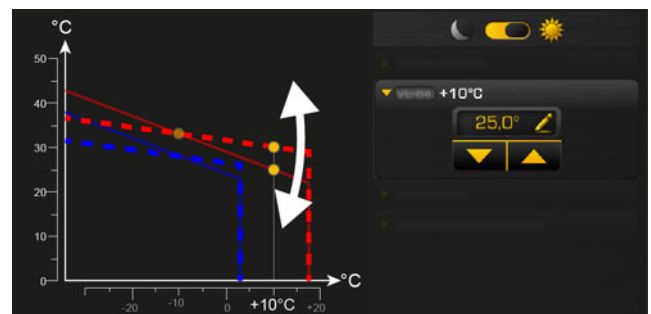

Fig. 5-100: Ajustement de la courbe de chauffage (en cas de températures extérieures supérieures au point de gel)
- Si, en mode de chauffe (au sein des temps de chauffage), les pièces sont toujours trop chaudes ou trop froides, il faut réajuster la courbe de chauffage. Voir chapitre Fig. 5-100: "Ajustement de la courbe de chauffage \(en cas de températures extérieures supérieures au point de gel\)".